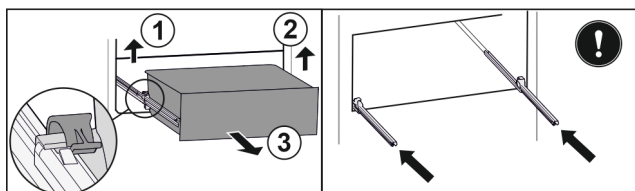

Fig. 89
- Sollevare il morsetto sinistro e allo stesso tempo tirare in avanti il cassetto sinistro. *Fig. 89 (1)*
- Sollevare il morsetto destro e allo stesso tempo tirare in avanti il cassetto destro. *Fig. 89 (2)*
- Rimuovere il cassetto tirandolo in avanti. *Fig. 89 (3)*